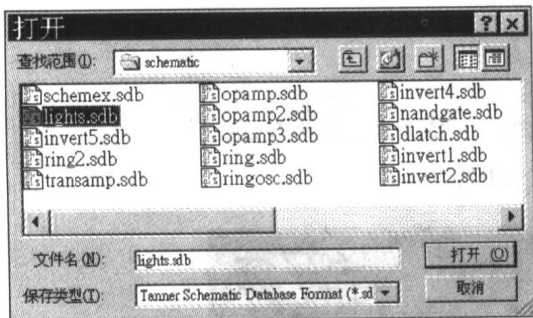

图 1.4 打开文件
(2) 打开示范文件：选择 File→Open 命令，出现“打开”对话框，到 Tanner\S-Edit\tutorial\schematic 目录下选取 lights.sdb 文件，如图 1.4 所示，此文件为 S-Edit 的示范电路。